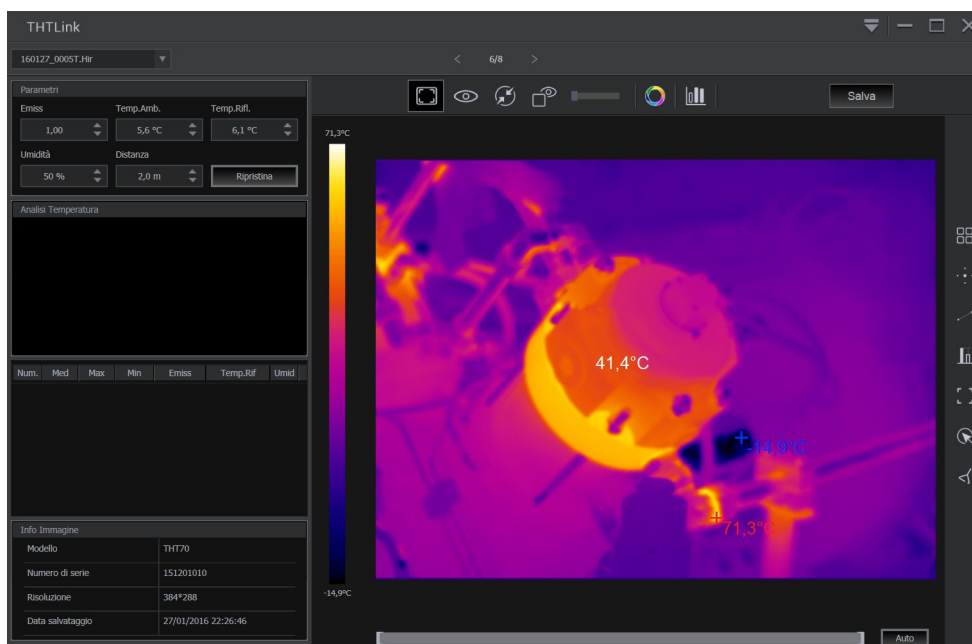

Fig. 50: Exibição de imagens no software THTLink
1. **Pressione e segure o botão T (Trigger) por pelo menos 2s.** A indicação "REC" é mostrada na parte superior para indicar a gravação em andamento (ver Fig. 50)